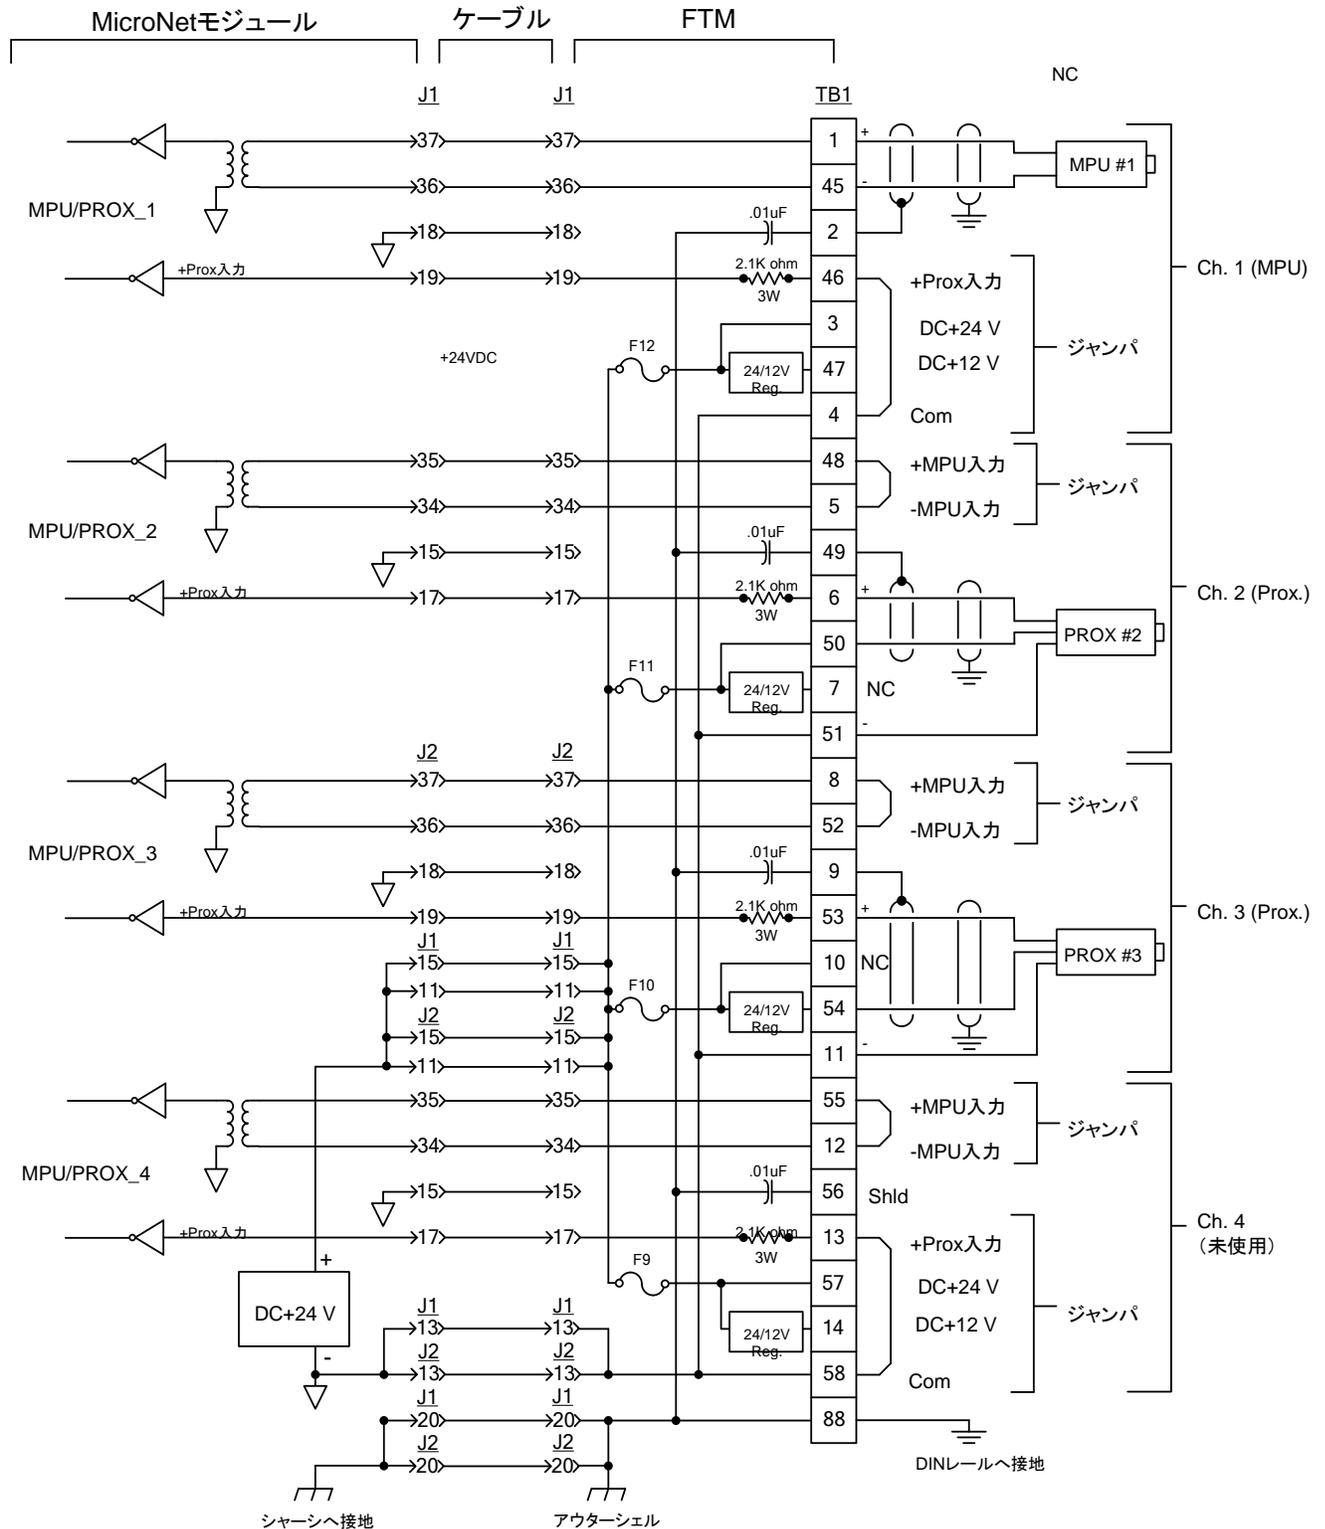

図 8-11. アナログコンボ FTM への MPU/近接インターフェース配線
速度センサー入力チャンネルがMPUまたは近接プローブ入力として配線されている場合、未使用のMPU/ProxはFTMでジャンパしなければなりません。入力チャンネルを使用しない場合、MPUとProxの両方の入力をジャンパしなければなりません。図8-11.の例を参照してください。
近接プローブを使って、非常に低い速度を検知することができます。近接プローブでは、0.5 Hzまでの速度を検出することができます。オープンコレクタタイプの近接プローブに接続する場合、供給された近接プローブ電圧とFTMへの近接プローブ入力の間にはプルアップ抵抗が必要です。電源システムの近接プローブへの各速度入力には、個別にヒューズが設けられたDC12 VとDC24 Vの電源が提供されます（FTMIにある100 mAヒューズを使用）。オープンコレクタタイプの近接プローブと接続する場合、外部プルアップ抵抗が必要です。MPU／近接プローブの配線例については、図8-11を参照してください。チャンネル1はMPU接続、チャンネル2は24 V近接接続、チャンネル3は12 V近接接続を示します。近接プローブを接続するときは、潜在的なノイズ干渉を排除するために、必ず未使用のMPU接続にジャンパを設けてください。
6. 図8-11に従って、未使用のMPU/Prox入力がジャンパされていることを確認します。